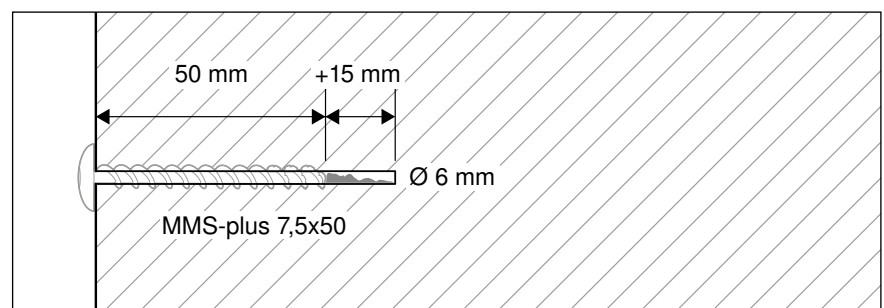

Abb. 11: Bohrtiefe beim Brandschutz-Schraubanker
- Deckenlöcher bohren. Für Brandschutz-Schraubanker MMS plus MS 7,5x50 eine Bohrtiefe von mindestens 65 mm, \varnothing 6 mm, einhalten (siehe Abb. 11 auf Seite 17).